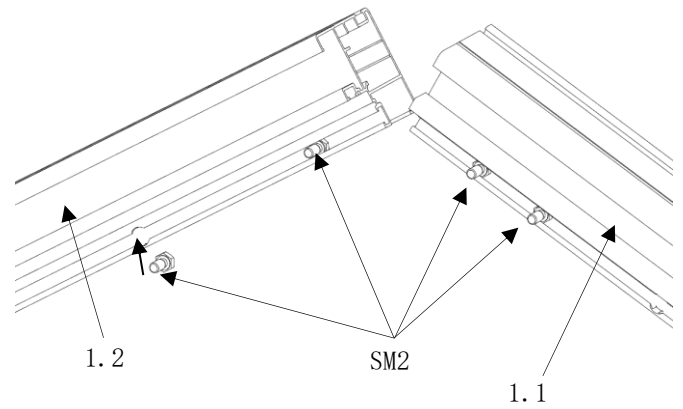

Abb. 15
- die beiden Ortgangprofile (Pos. 1.1/1.2) werden im First mit den 4x Sechskantschrauben (Pos. SM2) bestückt. (Abb.15)